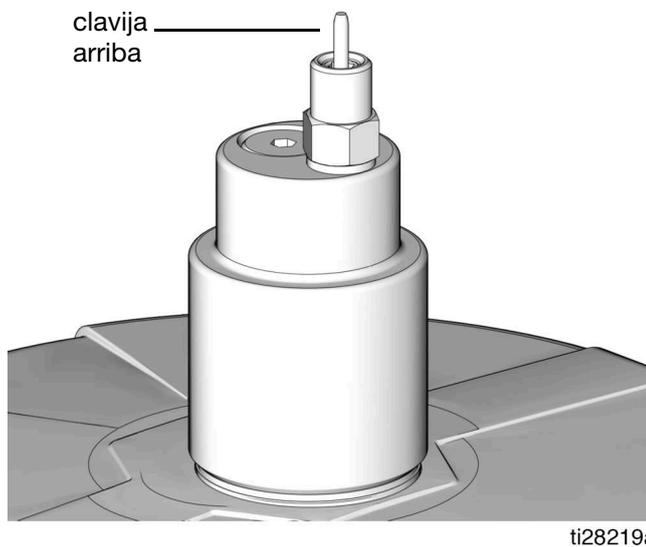

FIG. 23
3. Desmonte la cubierta antipolvo amarilla del acoplador de llenado (M).
4. Conecte la manguera de suministro (J) entre la bomba de la estación de llenado remoto (F) y el puerto del acoplador de llenado marcado con "I".
5. Ponga en marcha la bomba de la estación de llenado remoto (F).
6. Cuando se llene el depósito G3 (D):
- la bomba de la estación de llenado remoto (F) se para en presión (sin flujo),
- la clavija de desconexión de llenado automático (B) sube tal y como se muestra en la FIG. 23,
- el manómetro (R) aumenta hasta la presión establecida en la bomba de llenado.